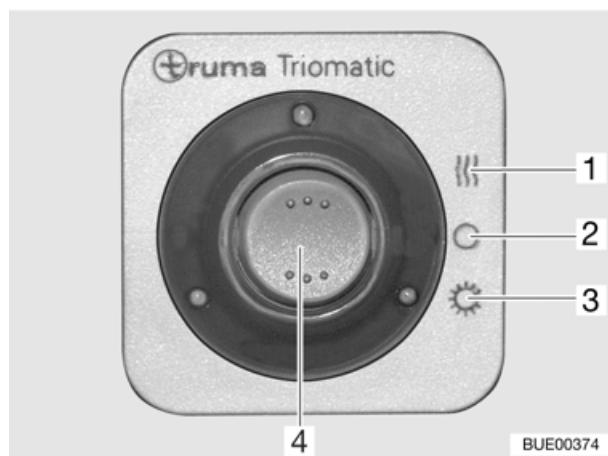

Fig. 47 Visualizzatore a distanza
Il visualizzatore a distanza (Fig. 47) segnala, all'interno del veicolo, quale bombola del gas è in funzione.
Impostare la modalità di funzionamento tramite l'interruttore a bilico (Fig. 47,4).
- Funzionamento invernale "On e riscaldamento" (Fig. 47,1)
- Spento (Fig. 47,2)
- Funzionamento estivo "On" (Fig. 47,3)